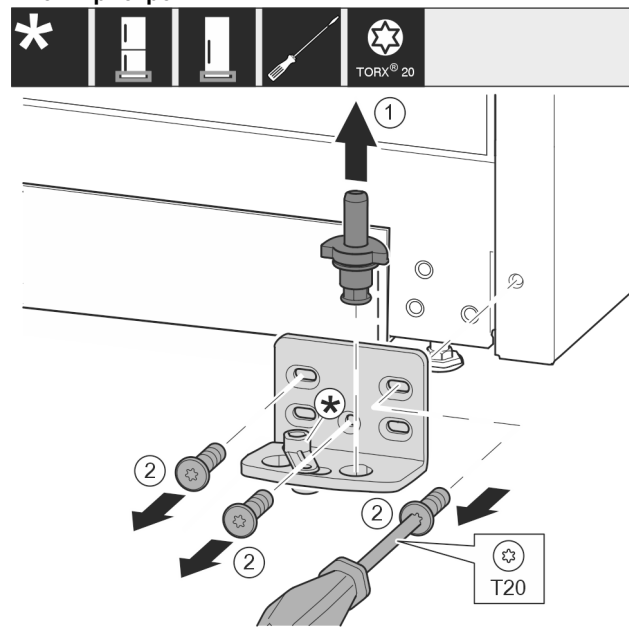

Fig. 11
- ▶ Опорний гвинт цілком витягніть рухом вгору. Fig. 11 (1)
- ▶ Викрутіть гвинти за допомогою викрутки T20 та зніміть опорний кронштейн. Fig. 11 (2)